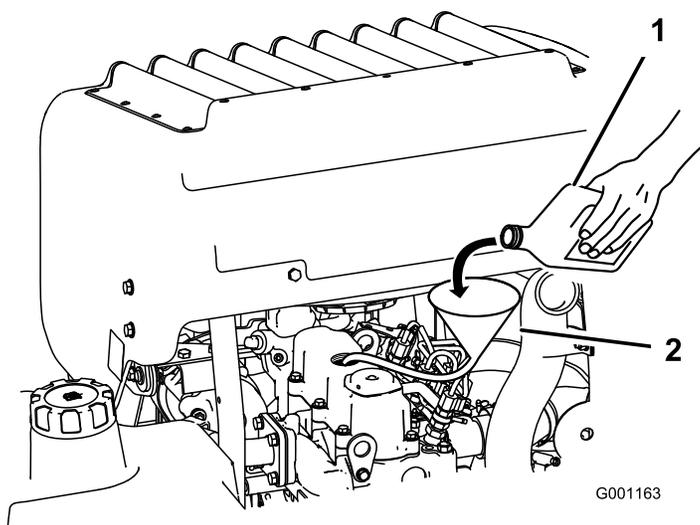

Figure 68
3. Utilisez un flexible et un entonnoir pour faire l'appoint d'huile moteur (Figure 68).